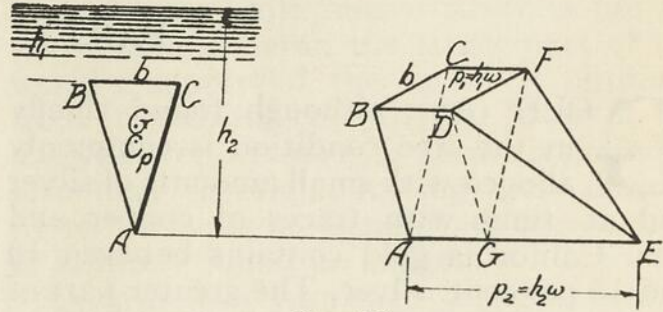

FIG. 10
c) Triangle BAC vertical et renversé, à base BC horizontale et située à h_1 en contre-bas du niveau libre (Voir Fig. 10).